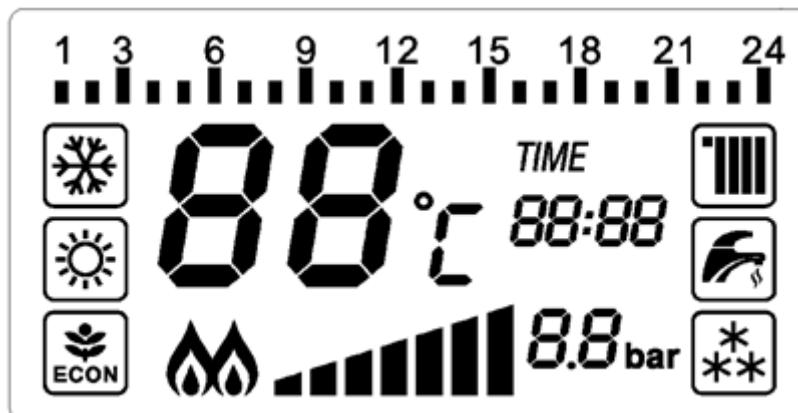

**Рис. 5**
**3.9.2 Вид панели управления модели с жидкокристаллическим дисплеем (рис. 5, табл.4)**